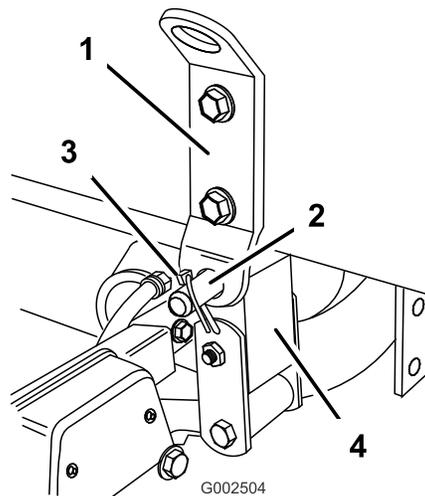

Figura 21
6. Alinhe o olhal de articulação na parte de trás do patim do depósito com a abertura na extremidade da estrutura do veículo (Figura 21).
7. Instale um pino de forquilha (3/4 polegada) e dois pinos de sujeição no olhal de articulação para prender o depósito na estrutura (Figura 21).
10. Verifique o alinhamento do patim do depósito e a estrutura do veículo. Se necessário, desaperte ligeiramente os parafusos que prendem o pino de sujeição ao patim do depósito (Figura 21). Eleve o depósito acima do veículo apenas o suficiente para que a estrutura fique alinhada e baixa na posição devida. Aperte os parafusos no pino de sujeição assim que o patim do depósito estiver alinhado com a estrutura do veículo.